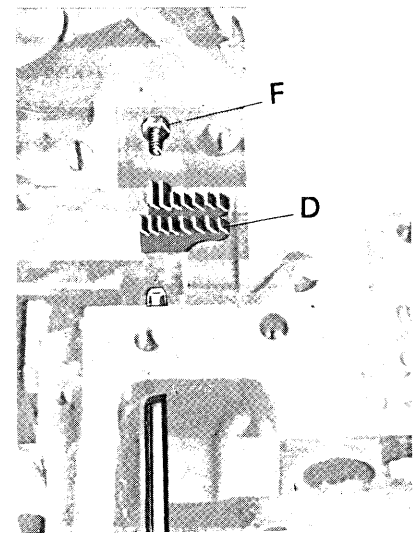

fig. 8
- Montare la griffa posteriore D (fig. 8) e appaiare le slitte porta griffa.